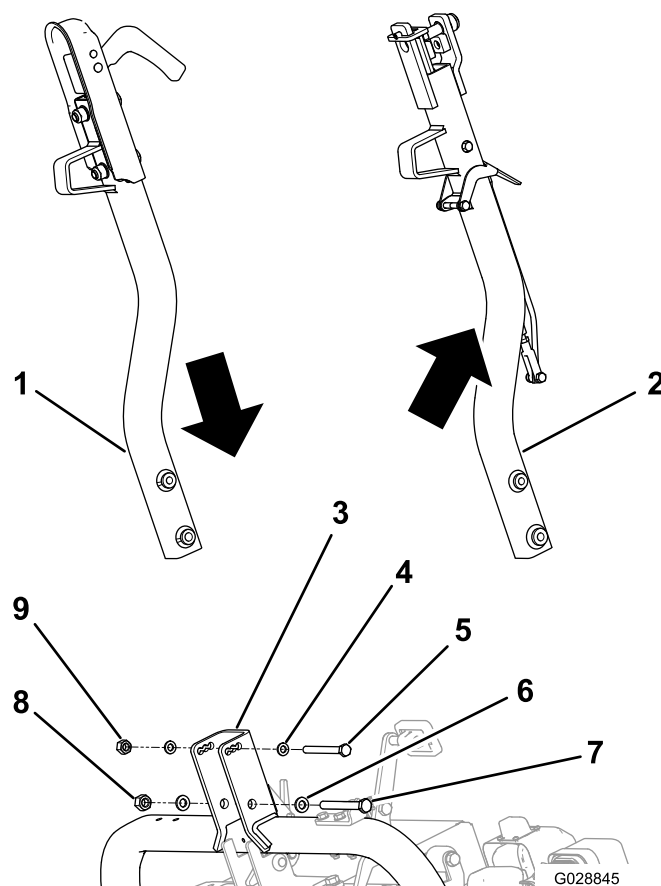

Bild 1
1. Entfernen Sie die Schrauben, Scheiben und Sicherungsmuttern, mit denen die vorhandene Anbauvorrichtung befestigt ist, und nehmen Sie die Anbauvorrichtung ab (Bild 1).